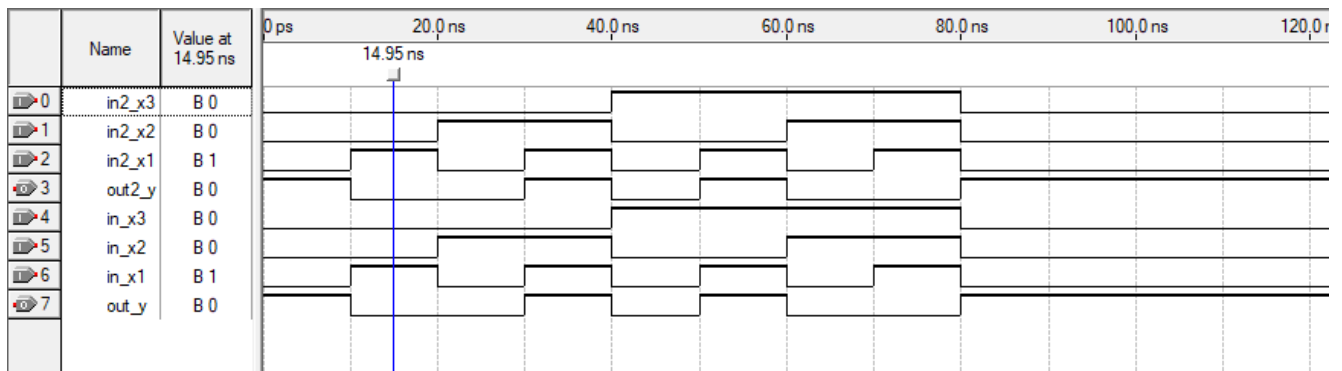

Рис. 1.45. Результати функціонального моделювання схем: ДДНФ і ДКНФ перемикальної функції f4
**9.11.** Виконайте етап функціональної симуляції. Для цього виконайте команду **Setting** головного меню **Assignment**, у вікні налаштування симулятора задайте режим симуляції **Functional**. Виконайте команду **Generate Functional Simulation Netlist** із головного меню **Processing**. Результат виконаної функціональної симуляції проекту представлений на рис. 1.45. На діаграмі представлено результати функціонального моделювання двох схем: ДДНФ і ДКНФ перемикальної функції  $f_4$ . Видно, що результати збігаються, тобто цільова функція реалізована правильно.
**9.12.** Дослідить часові параметри роботи розробленої схеми ДКНФ двох схем: ДДНФ і ДКНФ перемикальної функції f4. Для цього виконайте етап часової симуляції з врахуванням затримок. Перейдіть в режим симуляції Timing в налаштуваннях симулятора. Запустіть симуляцію. На діаграмі (рис. 1.45) представлено результати моделювання двох схем: ДДНФ і ДКНФ перемикальної функції f4 з врахуванням часових затримок передавання сигналів. Проаналізуйте результати симуляції, виміряйте час затримки формування результату, порівняйте отримані виміри з результатами компіляції. Результати часового аналізу впишіть в таблицю 1.4. Вкажіть на можливі причини виникнення короточасних помилкових сигналів (просічок). Запропонуйте шляхи боротьби з короточасними помилковими сигналами, виконайте корекцію комбінаційної схеми для подолання просічок.